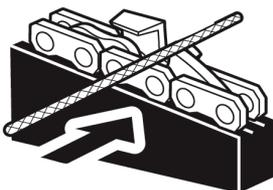

FIG 35
5. Para mantener un ángulo de afilado correcto de 30° entre la lima y la cadena de la sierra; vea la Fig. 35 y 36. Utilice siempre un soporte de lima (disponible por separado) para afilar las cadenas de sierra a mano. Los portallimas tienen marcas para el ángulo de afilado.
- El medidor de profundidad debe mantenerse a una distancia de 0,025 pulg. (0,6 mm), como se muestra en la Fig. 35. Utilice una herramienta de calibre de profundidad (disponible por separado) para comprobar las holguras de la profundidad.